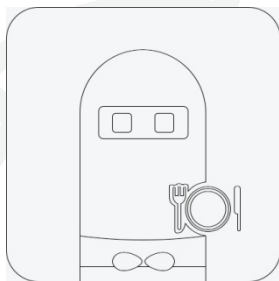

Figura 4. Icono de la aplicación PEANUT APP
- ⑤ Una vez que el robot se encienda, se mostrarán el logotipo de arranque, la animación de PEANUT y el escritorio de Android en este orden. El inicio tarda unos 40 segundos.
- ⑥ La aplicación PEANUT APP se abrirá automáticamente durante el inicio de forma predeterminada. Si la aplicación PEANUT APP no se abre, toque el icono de la aplicación PEANUT APP (consulte la Figura 4) en el escritorio del sistema para abrirla.